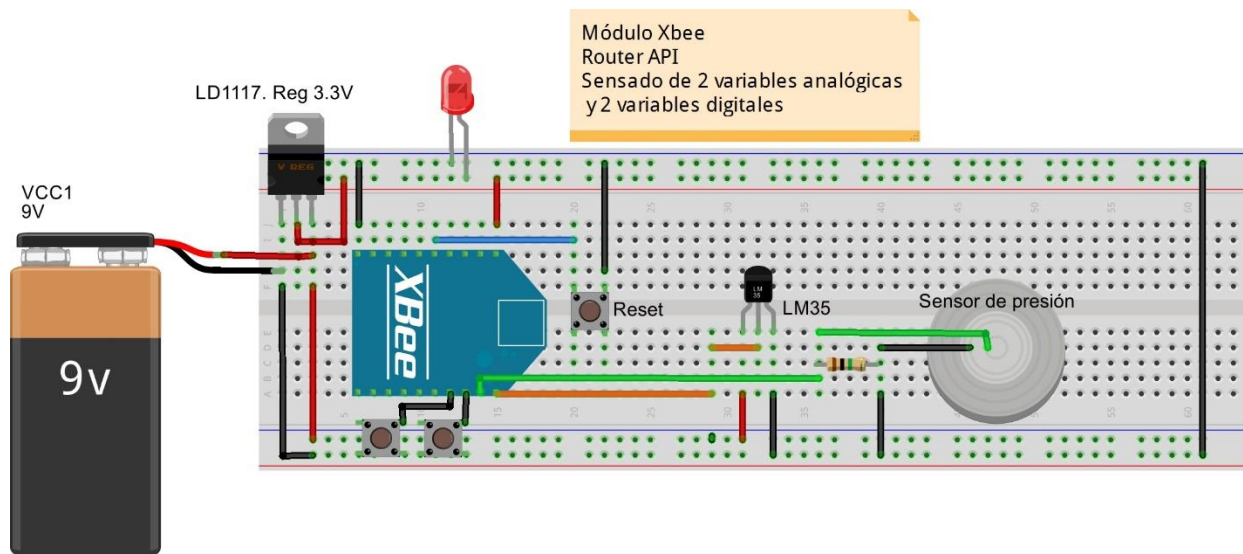

Figura 7.16. Montaje circuital del módulo XBee configurado como End-Device o Router API
- Realice el montaje circuital mostrado de la Figura 7.16. Tenga en cuenta que la alimentación del módulo XBee será de **3.3V**, para eso use un regulador de voltaje LD1117. Seleccione dos sensores con salida analógica de voltaje y conéctelos a los pines **20 y 19 (AD0, AD1)** del módulo XBee configurado como **End-Device o Router API** (Receptor). Asegúrese que los niveles de voltaje máximos de los sensores que use después de su etapa de acondicionamiento no superen **1.2 v**. Conecte además, dos pulsadores a las entradas digitales del módulo correspondientes a los pines 18 (DIO2) y 17 (DIO3).